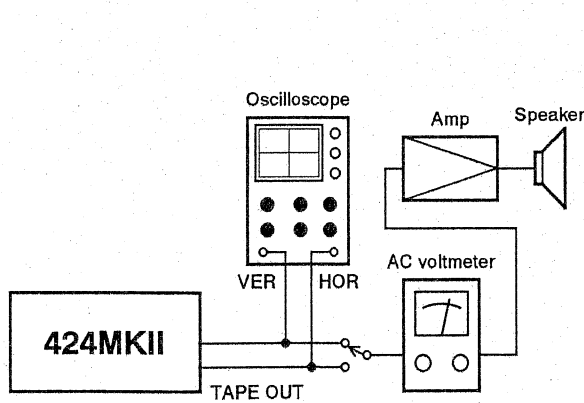

Fig. 2-3
1. Refer to Figure 2-3 and connect the channel 1 TAPE OUT to the vertical input of an oscilloscope, and connect the channel 4 TAPE OUT to the horizontal input of the scope.
1. 図2-3のようにCH1のTAPE OUTをオシロスコープのVER側に、CH4のTAPE OUTをHOR側に接続する。